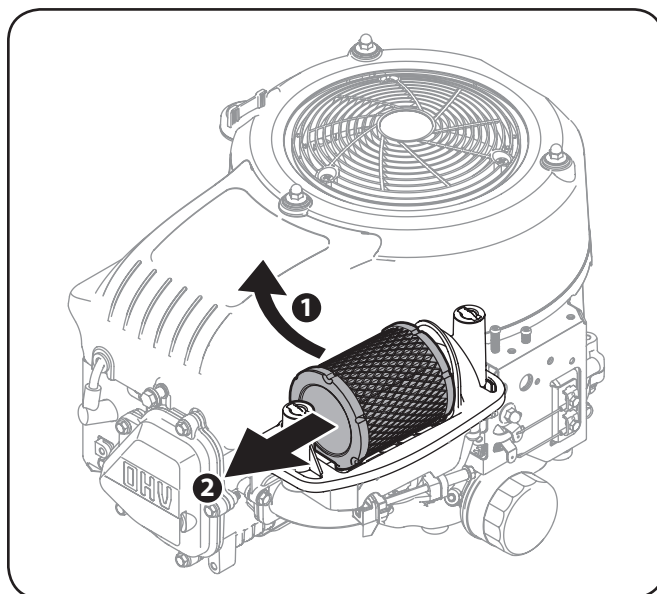

Figura 6-5
3. Tire hacia arriba en un ángulo y luego remitir a quitar el filtro de aire. Véa la Figura 6-5.